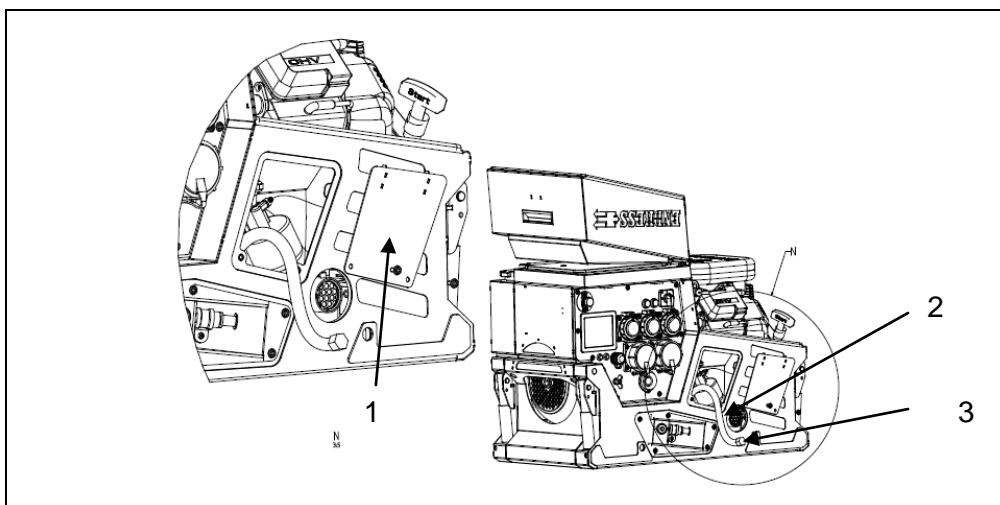

Fig. 6-3: Skifte olje
1. Skru av sideplaten for oljefilteret (fig.6-3(1)) på strømgeneratoren.
2. Trekk oljetappeslangen (Fig. 6-3-(2)) helt ut.
4. Skru opp tappeskruen (Fig. 6-3-(3))
6. Skru deretter tappeskruen (Fig. 6-3-(3)) på igjen, og skru på igjen sideplaten.
Gå frem som beskrevet i motorens bruksanvisning. Da må sideplaten for oljefilter (*fig. 6-3(1)*) på strømgeneratoren skrues av, og hetten må åpnes.